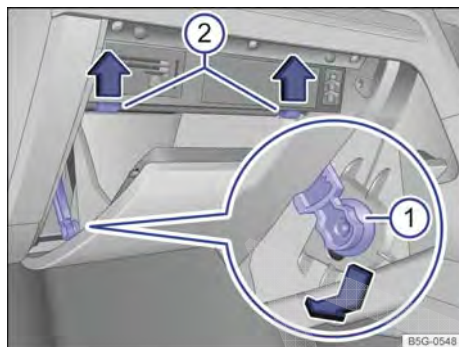

Fig. 280 Cobertura da caixa de fusíveis no painel de instrumentos: veículos com direção à direita, do lado do passageiro dianteiro.
- Abrir e, caso necessário, esvaziar o porta-luvas do lado do passageiro dianteiro → Fig. 280.
- Empurrar o elemento de freio → Fig. 280  para baixo na abertura do suporte e retirar lateralmente.
- Pressionar o pino de batente → Fig. 280  na direção da seta.
- Para *instalação*: colocar o porta-objetos em posição. Inserir o elemento de freio na abertura do suporte e empurrar para cima até que se possa ouvir que encaixou. Pressionar o porta-objetos cuidadosamente para frente, além da resistência do pino de batente → Fig. 280 .